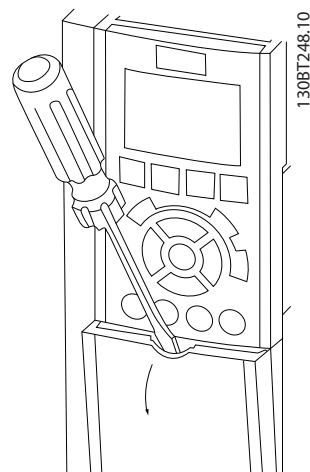

Bild 2.9 Åtkomst till styrkablar för A2-, A3-, B3-, B4-, C3- och C4-kopplingar
- Ta bort skyddsplåten med en skruvmejsel. Se Bild 2.9.